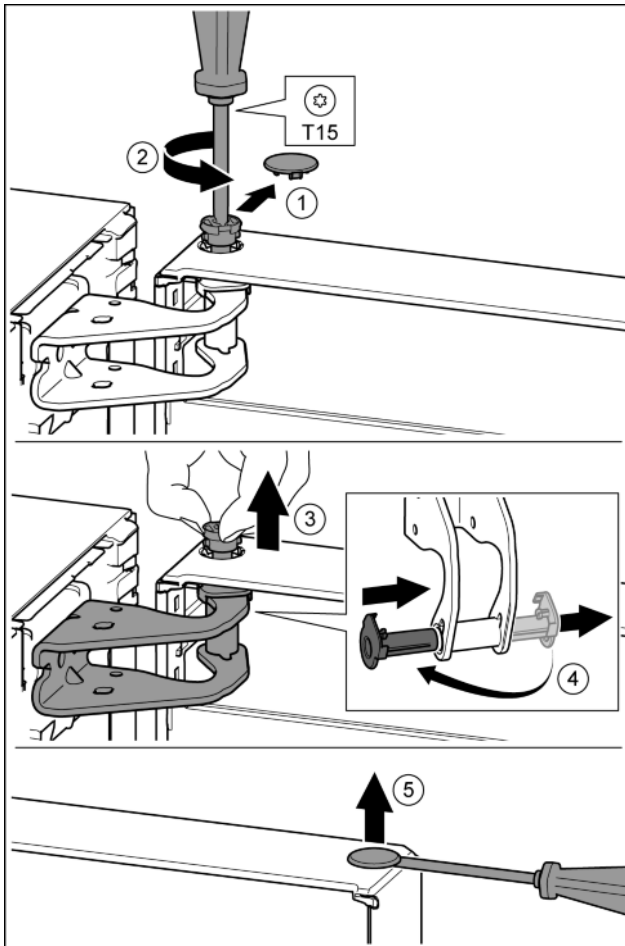

Fig. 7
- ▶ Facendo attenzione, togliere la copertura di sicurezza. Fig. 7 (1)
- ▶ Con un cacciavite T15 svitare leggermente il perno. Fig. 7 (2)
- ▶ Trattenerne la porta ed estrarre il perno con le dita. Fig. 7 (3)
- ▶ Estrarre la boccia del supporto dalla guida. Inserire dall'altro lato e innestare a scatto. Fig. 7 (4)
- ▶ Con un cacciavite sollevare con attenzione i tappi dalla boccia del supporto porta ed estrarli. Fig. 7 (5)